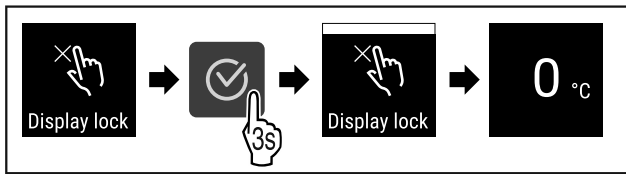

Fig. 77
- ▶ Følg anvisningene (se Fig. 77) .